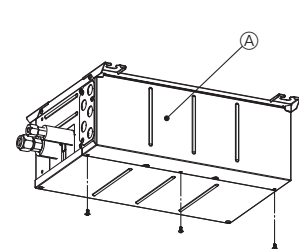
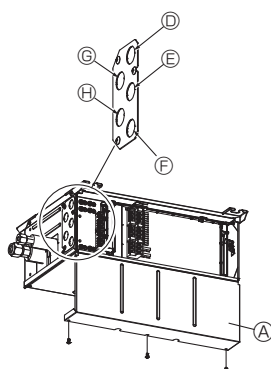
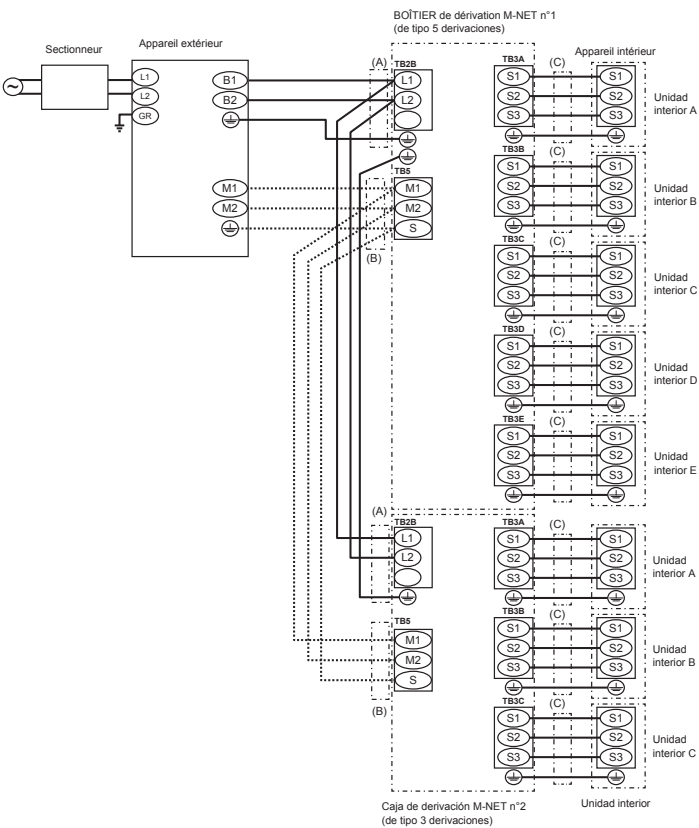

Fig. 8-1
Fig. 8-5
Fig. 8-9
- (1) Retire la cubierta eléctrica. (Fig. 8-1)
- (2) Retire la cubierta de conducto.
- (3) Introduzca el cableado en la caja de derivación a través de la placa de conducto y fíjelo con la placa de conducto. (consulte el apartado 8.1.)
- (4) Conecte firmemente cada cable al bloque de terminales pertinente. (Fig. 8-9)
- (5) Configure el interruptor DIP. (consulte el apartado 8.3.)
- (6) Vuelva a colocar la cubierta eléctrica.
8.1. Cuando se utiliza un conducto de cableado (Fig. 8-5, 8-6, 8-7)
8.2. Procedimiento de cableado exterior (Fig. 8-9)